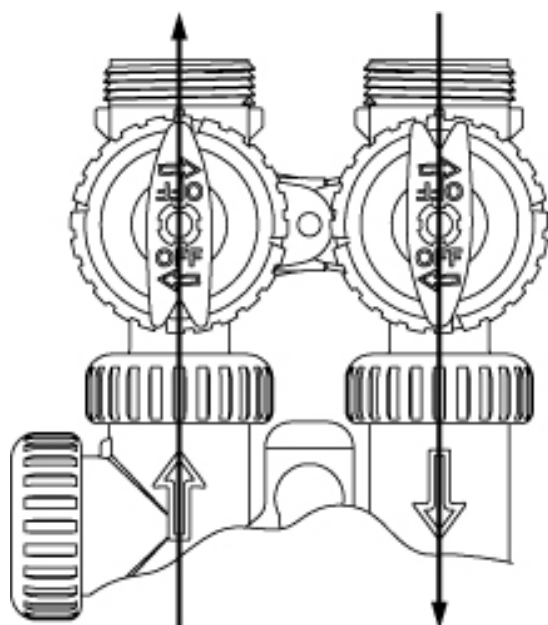

Рисунок 2
2. **Положение *Байпас*:** Ручки *Вход* и *Выход* направляются к центру клапана байпаса; управляющий клапан отключается от давления воды из системы трубопроводов. Неочищенная вода подается в систему трубопроводов. (См. Рисунок 2).